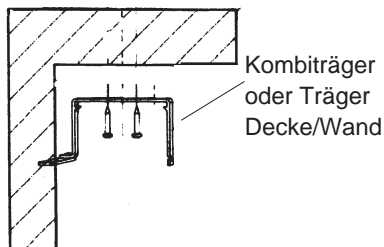

Abb.1 Trägermontage (Deckenmontage)
a. Deckenmontage Abb.1
- bei Montage im Sturz (Deckenmontage) Kombiträger wie Abb.1 in die Blende montieren (nieten), danach Blende in den Sturz bzw. an die Decke schrauben